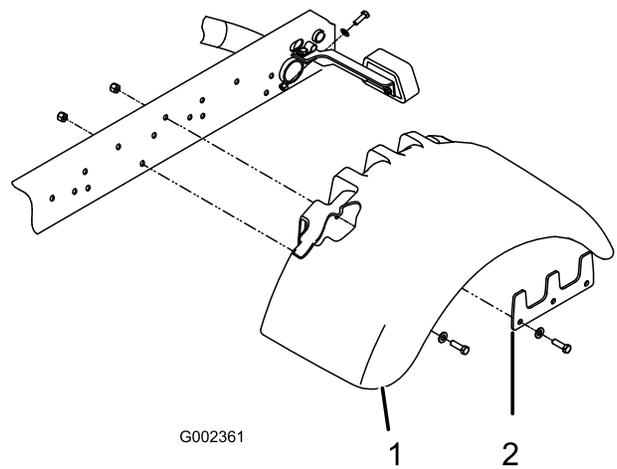

Figure 4
4. Montez, sans serrer, une aile de chaque côté du châssis avec un support, (5) boulons 3/8 x 1-1/4" et un contre-écrou, comme illustré à la Figure 4.
**Remarque:** Des écrous à souder maintiennent les boulons (4).